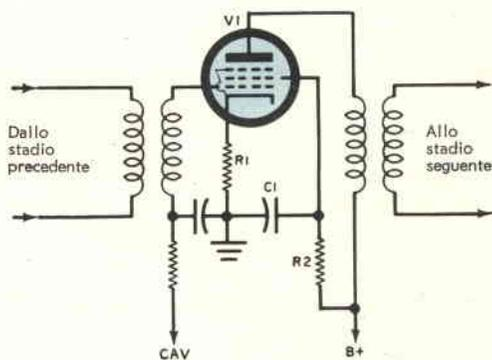

Fig. 3 - Bypassaggio di griglia schermo in un amplificatore a FI di un televisore per evitare degenerazione.
**Altre applicazioni** - Quando si usa invece una valvola termoionica del tipo pentodo, occorre effettuare altri bypassaggi sulla griglia schermo che deve funzionare al potenziale di massa (per quanto riguarda le tensioni di segnale) se si vuole evitare l'effetto di degenerazione. In fig. 3 è mostrato un tipico caso di questo genere applicato ad un amplificatore a FI per televisore. In questo circuito il potenziale di griglia schermo si ottiene dall'alimentatore anodico attraverso il resistore di caduta R2. Se il condensatore di bypassaggio C1 non funziona in modo corretto ad una data frequenza, il guadagno dell'amplificatore cade istantaneamente a quella frequenza. Il valore di C1 è nuovamente determinato dalla regola generale prima citata, per cui la reattanza capacitiva alla più bassa frequenza che deve passare non deve superare un decimo del valore del resistore che essa bypassa.